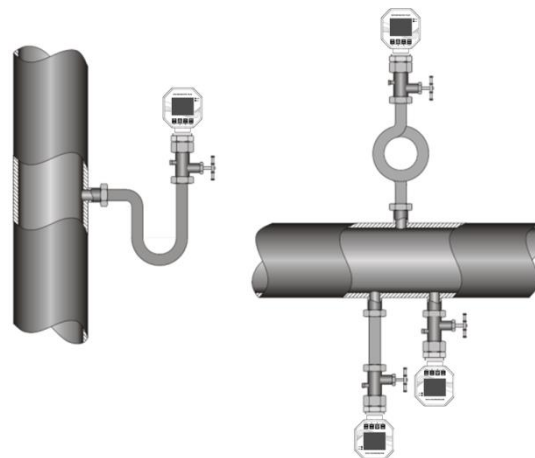

Рисунок 2. Монтаж манометра для измерения давления пара.
4.4. При измерении давления пара рекомендуется использовать импульсные трубки, предварительно заполненные водой (см. рис. 2.).